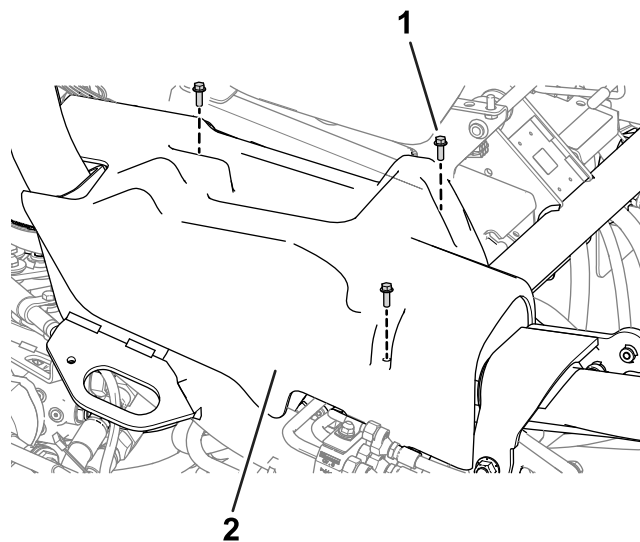

Figura 9
4. Retire la cubierta lateral derecha (Figura 9) de la máquina.
8. Instale la cubierta lateral derecha en la máquina (Figura 9).